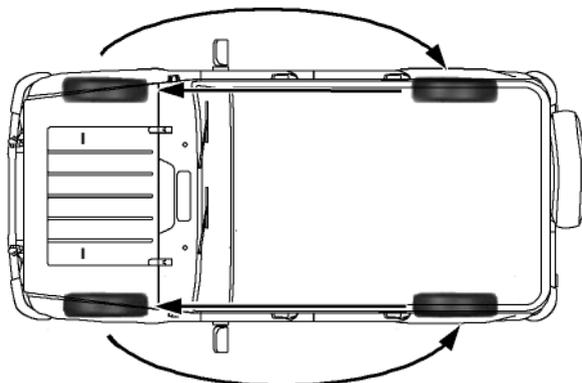

Рис. 9.26. Схема перестановки колес
**ВНИМАНИЕ!** Превышение момента затяжки гайки шкворня 13 (рис. 9.26) приведет к снижению предварительного натяга и выходу из строя шкворневого узла.
Перестановка шин должна быть побортовой – переднее и заднее колеса по одному борту меняются местами (рис. 9.26). Запасное колесо в схеме перестановки не участвует (устанавливается вместо наиболее изношенной шины при чрезмерном износе).